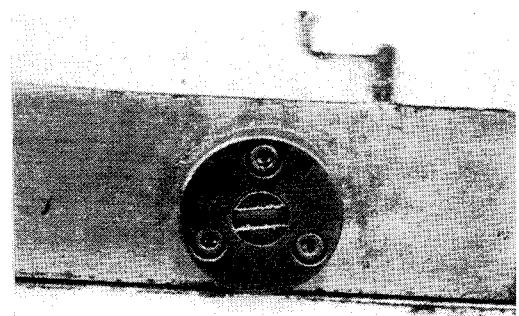

図 2-27
- ③ テーブル右側前部にある調節ねじを回し、テーブルの傾きを調整する (図 2-27)。